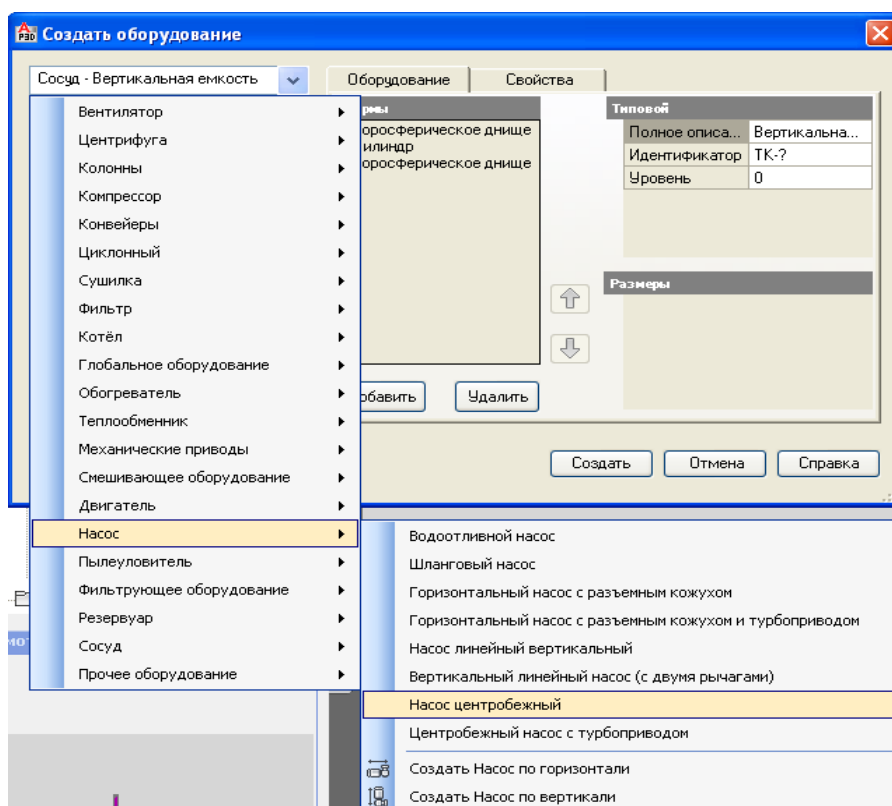

Рис. 67
- В открывшемся диалоговом окне выберите шаблон: **Насос центробежный** (Рис. 67).